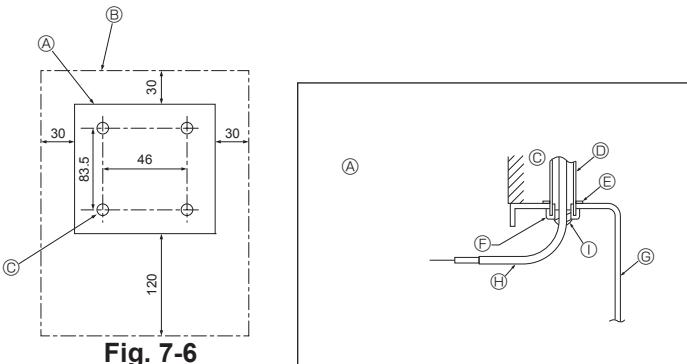
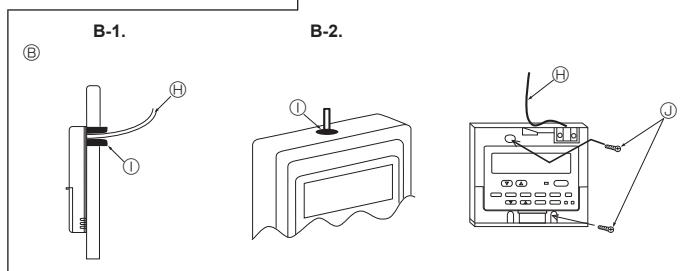

Fig. 7-6
Fig. 7-7
- (1) Selecione uma posição de instalação do controlo remoto. (Fig. 7-6)
- ④ Perfil do controlo remoto
- ⑤ Folgas exigidas à volta do controlo remoto
- ⑥ Ponto de instalação
- (2) Vede a entrada de serviço do fio do controlo remoto com betume para evitar a invasão possível de gotas de condensação, água, baratas e vermes. (Fig. 7-7)
④ Para instalação na caixa de distribuição:
⑤ Para instalação directa na parede, seleccione uma das seguintes hipóteses: